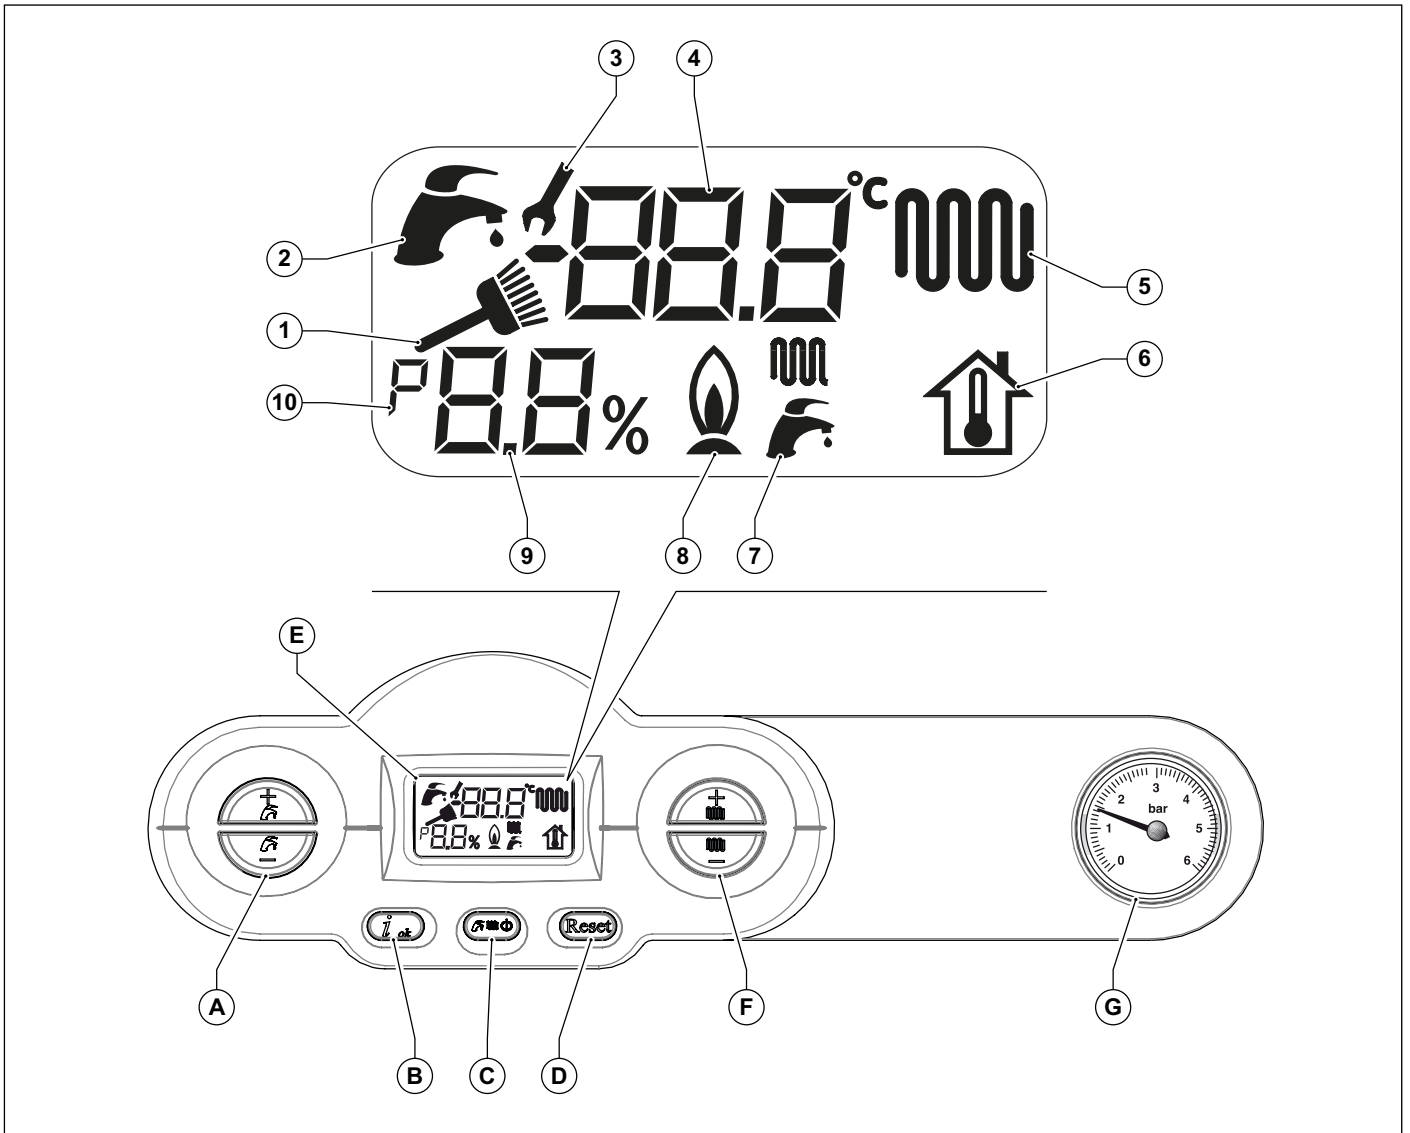

图1 控制面板
- 选择壁挂炉的工作模式：待机/夏天/冬天/仅供暖（参见按键（C）图 1 控制面板 P. 8）。